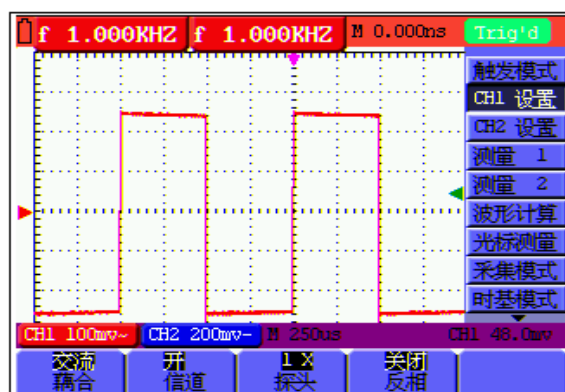

图 17: 交流耦合
3. 按 **F1** 键, 选择 **交流**, 屏幕左下方显示交流图标。见图 17: